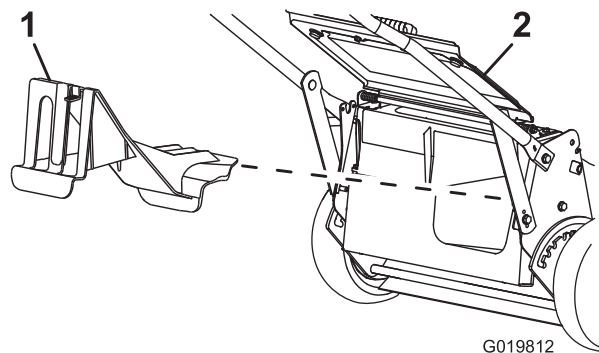

Figure 24
- Si l'obturateur d'éjecteur arrière n'est pas en place, saisissez-le par la poignée, soulevez le déflecteur arrière, et insérez l'obturateur dans l'éjecteur arrière jusqu'à ce que le verrou s'enclenche ; voir Figure 24.
2. Retirez l'obturateur d'éjecteur arrière en appuyant sur le verrou avec le pouce et en tirant l'obturateur hors de la machine (Figure 24).